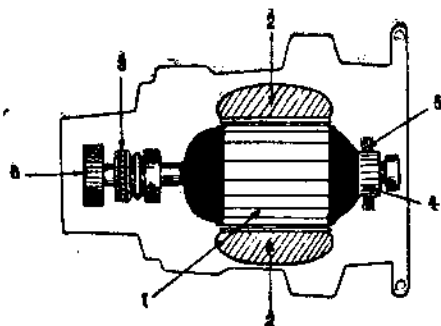

Рис. 54. Двигатель.
4. Техническое описание а) двигатель	Электродвигатель состоит: из якоря (1) и станины (электромагнитов), которые заключены в коробку и вместе с ручками составляют корпус электросверлилки (2). Якорь свободно вращается в поле электромагнитов и смонтирован на двух шарикоподшипниках (3). С одной стороны (верхняя часть) на вал якоря надет коллектор (4), по которому скользят щетки (5), соединенные проводами с обмоткой электромагнитов. Общие концы через выключатель выведены наружу в токоподводящую штепсельную вилку. На другой конец на вал надета цилиндрическая шестерня (6), служащая для передачи вращательного движения вала передаточному механизму. Вал электродвигателя покоится на двух шарикоподшипниках, смонтированных в корпусе (рис. 54).